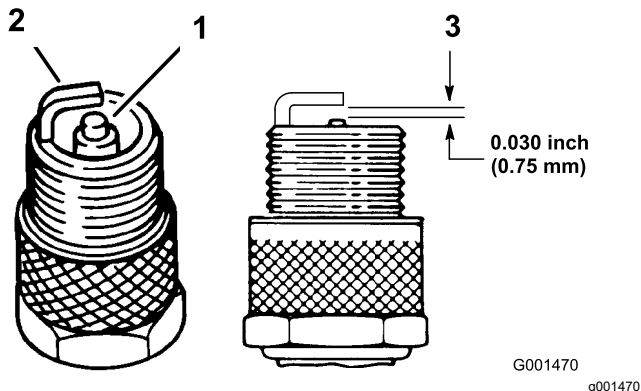

Figura 20
1. Veja a parte central das velas de ignição (Figura 20). Se verificar uma cobertura castanha ou cinzenta no isolante, o motor está a funcionar corretamente. Uma cobertura preta no isolante indica que o filtro de ar está sujo.
2. Verifique a folga entre os eletrodos central e lateral (Figura 20). Dobre o eletrodo lateral (Figura 20) se a folga não for a correta.
3. Ligue os cabos às velas de ignição (Figura 20).